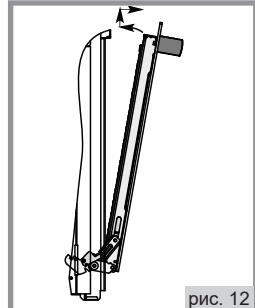

рис. 12
4. Взять дверцу за боковые стороны и потянуть на себя и вверх, чтобы освободить нижние оси шарниров, см. рис.12;